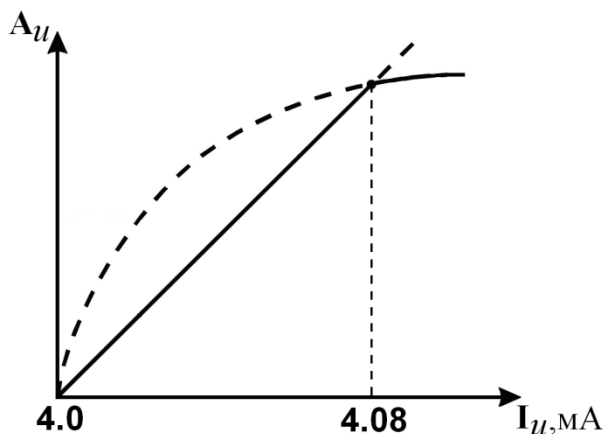

Рисунок 2.2
2.6.5.3. Для уменьшения шумов вблизи «нуля» используется функция линеаризации квадратного корня (см. рисунок 2.2). При входном токе до 4,08 мА функция преобразования входного сигнала – линейная.